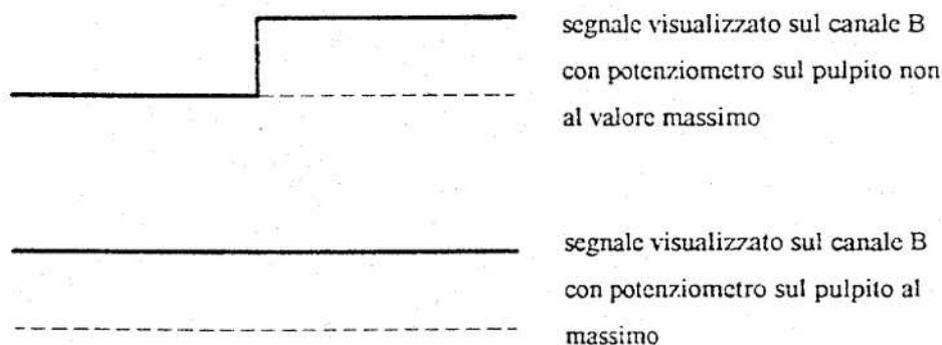

fig.4
- ⑧ - Portare ora il potenziometro del pulpito al massimo e verificare che il segnale visualizzato sul canale B aumenti la larghezza temporale fino ad essere coincidente con tutto lo schermo e con il canale A (fig.4).